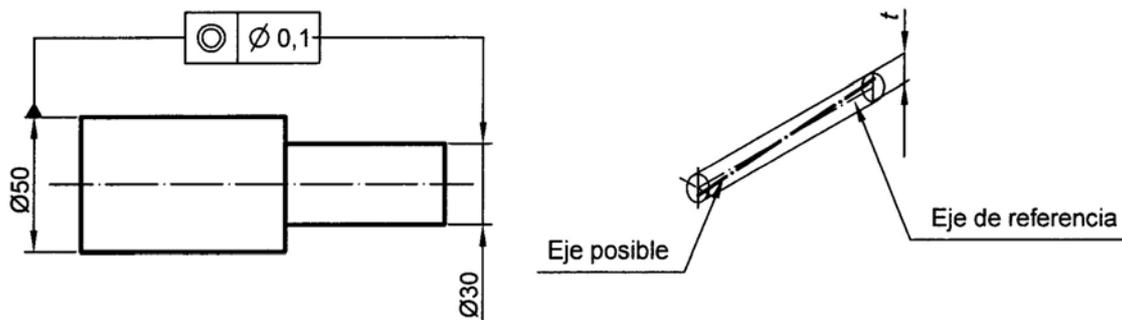

Figura 2. Solución al ejercicio 2a
- a) En la figura 2 adjunta indicar, mediante tolerancias geométricas, que el eje del cilindro derecho, debe encontrarse en el interior de una zona cilíndrica de tolerancia de diámetro 0,1 mm. coaxial con el eje de referencia, el del cilindro izquierdo (0,5 puntos).